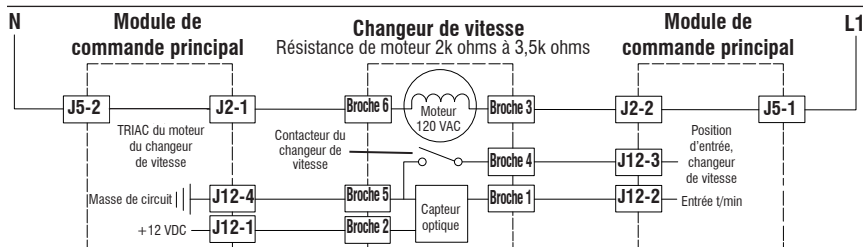

Figure 4 - Schéma de circuit du changeur de vitesse (contacteur du changeur de vitesse : Ouvert=SPIN [essorage], Fermé=AGITATE [agitation])
**NOTE :** Consulter la figure 4, "Schema de circuit du changeur de vitesse" à la page 34 pour ce qui est des tests et mesures.